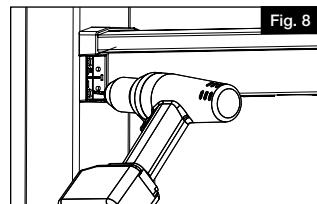

Fig. 8
- a. S'assurer que les traverses sont centrées sur le manchon du poteau. Puis, au moyen d'un foret de 1/8 po (3,2 mm), percer un avant-trou pour la première vis de support du haut (Fig. 8). Percer le trou à travers le support, le manchon de poteau en vinyle et la pièce insérée en vinyle. Enfoncer la première vis no 10 x 1-1/2 po (38,1 mm) sans serrer.
- b. Répéter le processus de perçage d'avant-trous pour les trois autres vis (Fig. 8).